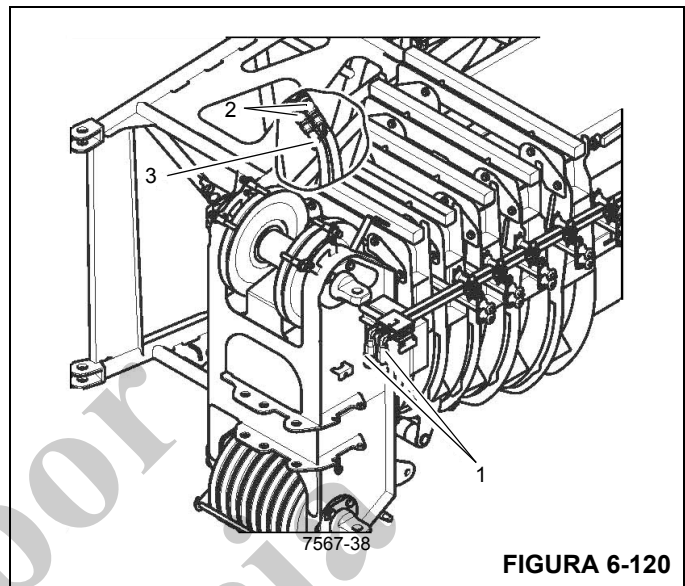

FIGURA 6-120
1. Retire las mangueras (2) de las conexiones (1) (Figura 6-120).
2. Tape las mangueras y conexiones (1) con las tapas protectoras.
3. Asegure las mangueras en el sujetador (3) de la extensión de 10.5 m (35 pies).